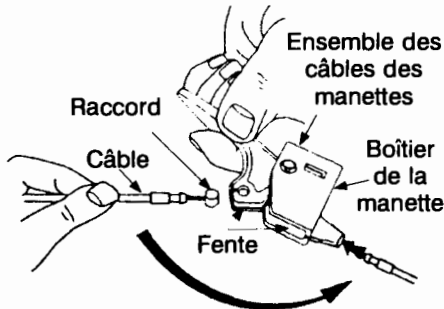

FIGURE 17
- Placez le raccord cylindrique dans le trou de la manette. Tirez sur le câble et faites-le tourner autour de la base de la manette (le câble intérieur se trouvant dans la fente) jusqu'à ce que l'extrémité du câble puisse être enfoncée dans le boîtier de la manette. Fermez le boîtier pour maintenir le câble en place. Voir la Figure 17.